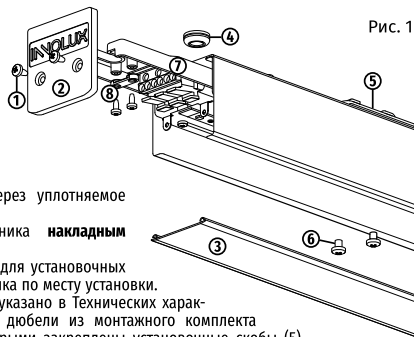

Рис. 1
2. Введите сетевой провод в корпус через уплотняемое отверстие (4), Рис. 1.
Нанесите и просверлите два отверстия для установочных скоб (5) на поверхности стены или потолка по месту установки. Расстояние между центрами отверстий указано в Технических характеристиках. Установите пластмассовые дюбели из монтажного комплекта в отверстия. Открутите винты (6), которыми закреплены установочные скобы (5), используя отверстия в корпусе светильника. Установите на поверхность стены или потолка установочные скобы (5) при помощи винтов (входят в комплект). Закрепите светильник на скобы при помощи винтов (6). Рис. 1.
- Установите на скобы (5) 2 комплекта для подвесного монтажа, приобретаются отдельно (артикул – 96 579). Убедитесь в надежности подвеса, Рис. 1.
3. Выдвиньте пластину с нажимной клеммной колодкой (7) и подключите сетевой провод в соответствии со Схемой 1. Зафиксируйте провод зажимом и шурупами (8) (входят в комплект). Задвиньте пластину с нажимной клеммной колодкой, Рис. 1.
4. Отрежьте необходимую длину рассеивателя (3), установите рассеиватель и прикрутите торцевые крышки (2) к корпусу, используя монтажные винты (1), Рис. 1.
1. Выдвиньте пластины с нажимной клеммной колодкой (7) и подключите коннекторы из монтажного комплекта, Рис. 1.